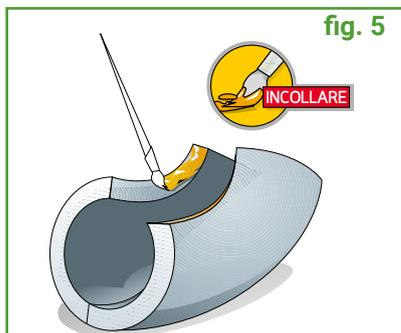

fig. 5
- 5) Applicare la colla anche sui bordi e lasciarla asciugare (fig 5)